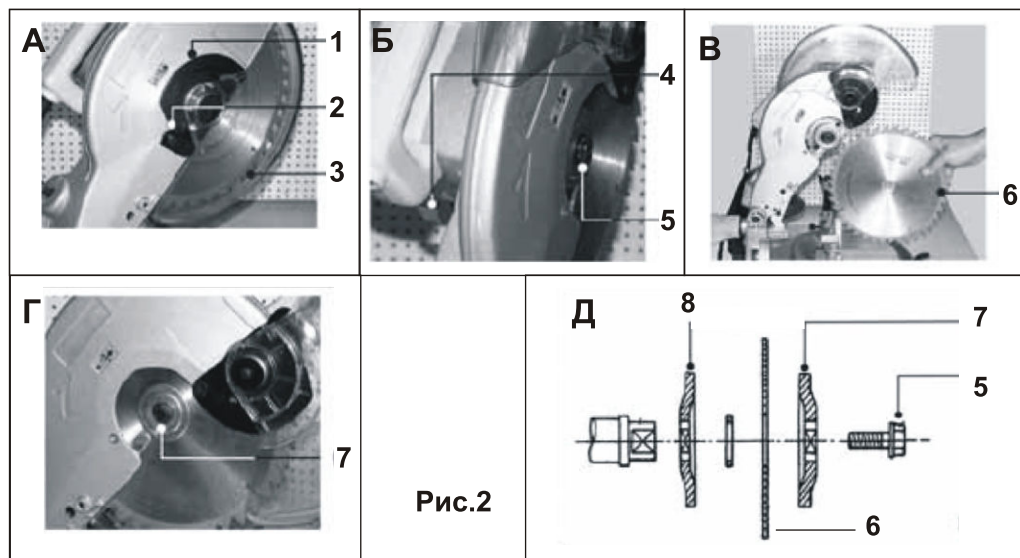

Рис.2
Вывинтите болт (2), используя торцевой ключ, который поставляется в комплекте пилы. Отведите кожух шпинделя (1) и защитный кожух (3) назад, освободив доступ к шпинделю пилы, Рис. 2 А.
Придерживая в нажатом состоянии кнопку блокировки диска (4), Рис.2Б, открутите с помощью торцевого ключа болт (5). Удалите болт, внешний фланец и пильный диск.
Перед тем как установить новый пильный диск, убедитесь, что его посадка и размер соответствуют требованиям для данной модели. Установите внутренний фланец (8), Рис.2Д, переходное кольцо, соответствующее посадочному отверстию Вашего диска, пильный диск (6) на шпиндель как показано на Рис. 2В; убедитесь, что направление зубьев пильного диска соответствует стрелке, нарисованной на защитном кожухе..
Установите внешний фланец (7) и болт с шестигранной головкой (5), Рис.2Д, и, используя торцевой ключ, затяните болт (5), Рис.2Д, вращением против часовой стрелки, все время придерживая в нажатом состоянии кнопку блокировки пильного диска (4), Рис.2Б. Установите на место кожух шпинделя (1) и защитный кожух (3), Рис. 2А.